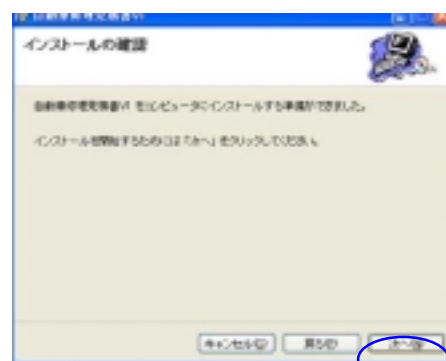

図3 ● インストールの確認画面。次へボタンをクリック。
3. インストールの確認画面(図3)です。(インストールする準備ができました。) **次へボタン**をクリックします。インストールを中止する場合は**キャンセルボタン**をクリックしてください。